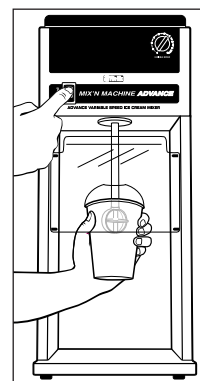

Abb. 6
- **Bei dem Mix'n Machine Advance Variable Speed-Modell:** Den Schalter EIN/AUS (ON/OFF) (I/O) auf OFF (AUS) drücken um die Maschine anzuhalten. Siehe Abb. 6.
- **Bei Mix'n Machine Standard Modell (Platten- und Wandmontage):** Den Schalter EIN/AUS (ON/OFF) (I/O) auf OFF (AUS) drücken um die Maschine anzuhalten. Siehe Abb. 6.